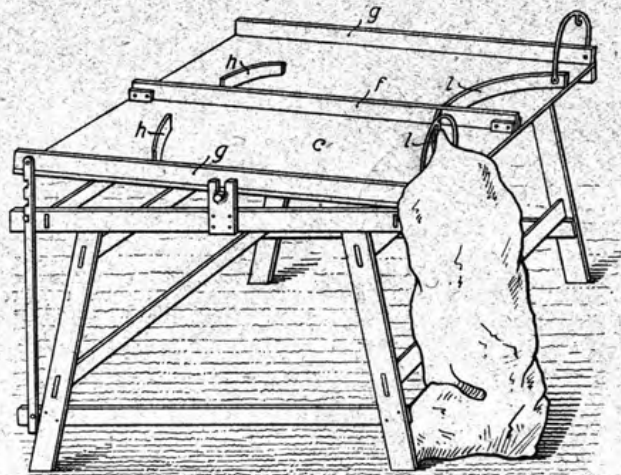

Fig. 245. Der Kraßmann'sche Kartoffel-Sortiertisch. Text auf Seite 241.
4. Der Kartoffel-Sortiertisch von Gustav Kragmann in Barsbüttel, Post Altrahlstedt, Schleswig-Holstein. Diese Einrichtung in Verbindung mit einer Sortiermaschine ist in Fig. 244 dargestellt, während Fig. 245 den einfachen Sortiertisch wiedergibt.
Die Fig. 244, welche eine photographische Aufnahme der Kartoffel-Sortiereinrichtung veranschaulicht, läßt erkennen, daß jede gewöhnliche, aus Schüttelsieben bestehende Sortiermaschine, an welcher rechts der Kragmannsche Sortiertisch angelegt werden kann, für die Auslesearbeit zu verwenden ist. Eine Frau und ein Junge nehmen das Auslesen der Kartoffeln von Hand vor, während der an dem Einschüttertrumpf an der schmalen Seite der Maschine stehende Arbeiter die Bewegung der Schüttelsiebe übernimmt. Der Sortiertisch (Fig. 245) besteht aus einer Tischplatte, welche in ihrer Neigung einstellbar angeordnet ist, wodurch die auf den beiden Laufbahnen herabrollenden Kartoffeln je nach Bedarf langsamer oder schneller herabrollen. Am unteren Ende der beiden Sortierbahnen sind auf der Tischplatte Leitschienen angebracht, welche die aufgelieferten Kartoffeln verteilen und dadurch die Sortierarbeit erleichtern und beschleunigen. An einem Bügel am Ende der Leitschienen können die zur Aufnahme der Kartoffeln bestimmten Säcke anbracht werden. Das Auslesen der kranken sowie beschädigten Kartoffeln soll dadurch erleichtert werden, daß die Tischplatte c durch eine mittlere Längsleiste f in zwei durch die äußeren Längsseiten g begrenzte Laufbahnen unterteilt ist. Der Sortiertisch wird von Herrn Gustav Kragmann selbst hergestellt und kostet 60 M. einschließlich der zur Höhenstellung der der Sortiermaschine notwendigen Fußstützen.